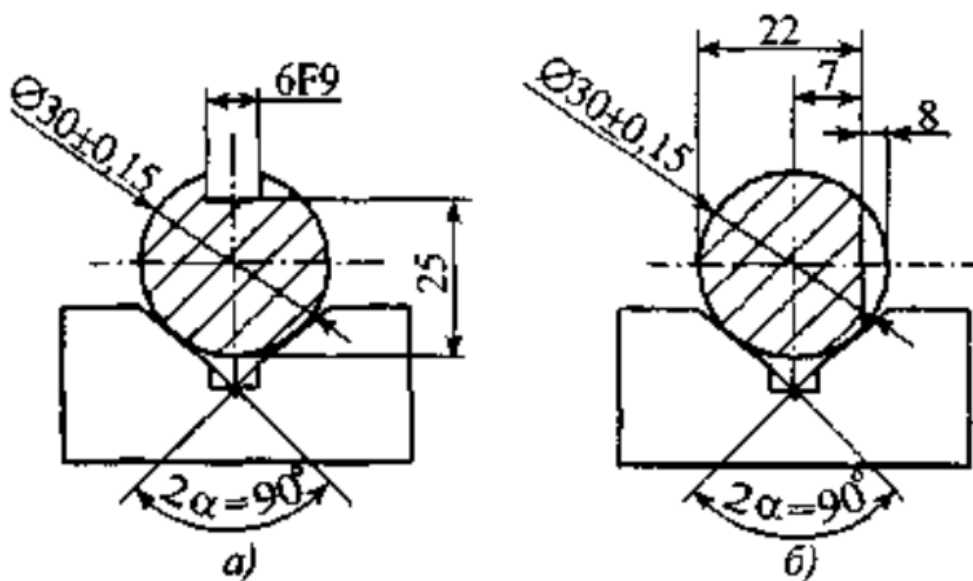

Рис. 4
8. Определите погрешность базирования ( $\epsilon_{625}$ ) при фрезеровании паза (Рис.4-а).
9. Определите погрешность базирования ( $\epsilon_6$ ) при фрезеровании плоскости лыски в размеры 8, 22, 7 мм (Рис.4-б).